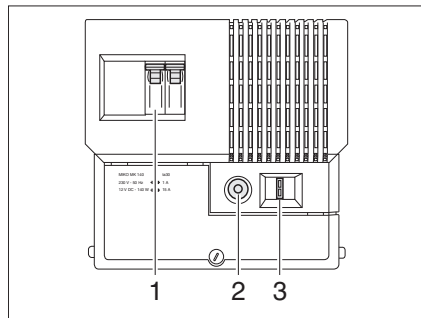

Fig. 88 Fuente de alimentación
En la fuente de alimentación están integrados el fusible automático de 230 V (Fig. 88,1), la protección contra sobrecargas (Fig. 88,2) y el fusible principal (Fig. 88,3).
- Pulsar el botón de mando de la protección contra sobrecargas (Fig. 88,2) (posición "On").